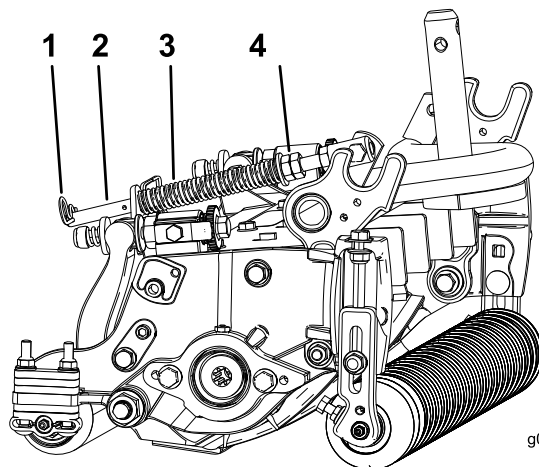

図 14
1. スプリングロッドの後穴にヘアピンコッターを忘れずに取り付けてください（図 14）。
2. スプリングロッド前部の六角ナットを締めて、スプリング圧縮状態の長さが 127 mm になるようにする（図 14）を参照。